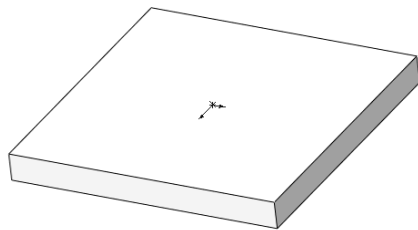

图 4-86 拉伸后的图形
**03** 拉伸实体。选择菜单栏中的“插入”→“凸台/基体”→“拉伸”命令，或者单击“特征”控制面板中的“拉伸凸台/基体”按钮，此时系统弹出图 4-85 所示的“凸台-拉伸”属性管理器。设置拉伸终止条件为“给定深度”，输入拉伸距离为 10.00mm，然后单击“确定”按钮。结果如图 4-86 所示。